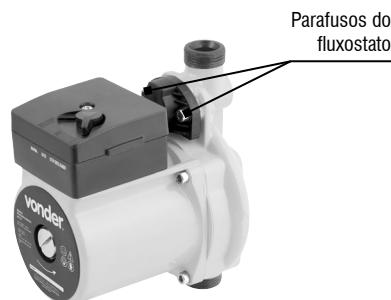

Fig. 10 – Retirando os parafusos do fluxostato
- c. Retire os parafusos do fluxostato (fig. 10).